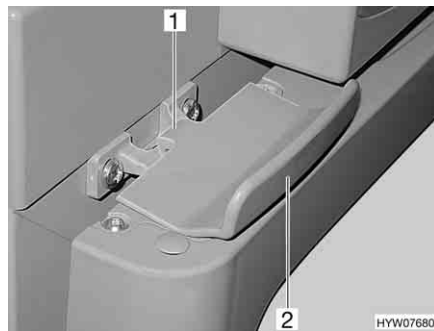

Fig. 177 Bloccaggio della porta del frigorifero, chiuso (Thetford)
*Apertura:* ■ Aprire la porta del frigorifero tirando la maniglia (Fig. 177,2). Il bloccaggio (Fig. 177,1) si sblocca automaticamente.